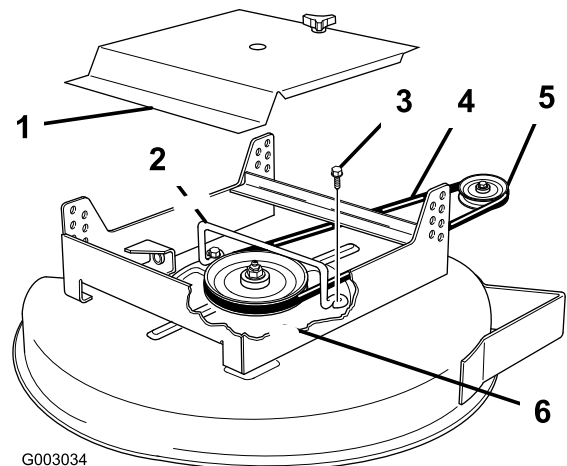

Figura 42
4. Retire los dos pernos con arandela prensada que fijan la guía de la correa a la parte superior del cortacésped y retire la guía de la correa (Figura 42).
6. Instale la correa de transmisión nueva alrededor de la polea de transmisión de la unidad de tracción y la polea del eje (Figura 42).
7. Instale la guía de la correa en el cortacésped con los dos pernos con arandela prensada. Asegúrese de que los aros están orientados hacia la parte trasera del cortacésped (Figura 42).
10. Instale la cubierta de la plataforma en la unidad de corte, luego apriete el pomo (Figura 42).